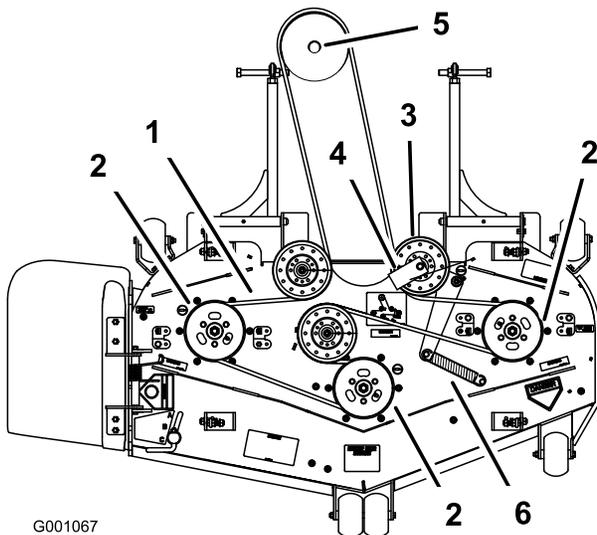
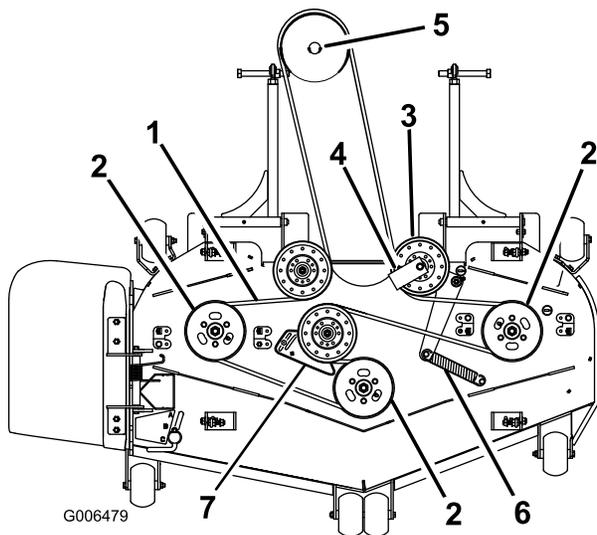
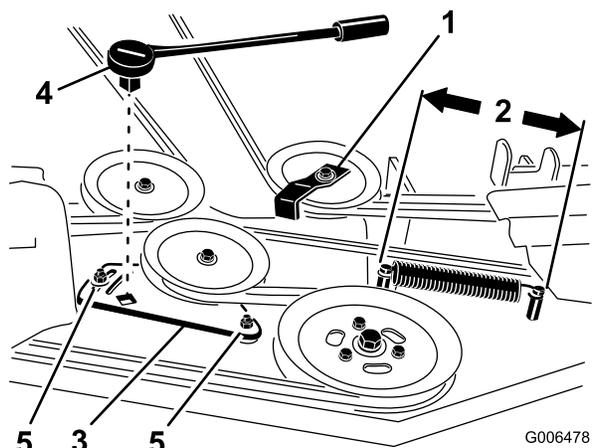

Figura 55
Figura 57
Figura 59
6. Pase la correa nueva alrededor de las poleas del cortacésped y de la polea de la caja de engranajes, debajo del motor (Figura 55).
7. Instale el muelle en el brazo tensor (Figura 55).
8. Instale la guía de la correa en la polea tensora tensada con muelle con un ángulo de 45 grados, como muestra Figura 55.
4. Afloje los pernos que sujetan la chapa de la polea tensora (Figura 59).
6. Retire la guía de la correa de la polea tensora tensada con muelle según se muestra en Figura 57 y Figura 59.
8. Pase la correa nueva alrededor de las poleas del cortacésped y de la polea de la caja de engranajes, debajo del motor (Figura 57).
9. Instale la guía de la correa en la polea tensora tensada con muelle con un ángulo de 45 grados, como muestra Figura 55 y Figura 59. Apriete el perno a 37–45 Nm (27–33 pies-libra).
10. Instale el muelle tensor en los dos postes (Figura 55 y Figura 59).
4. Mida la longitud del muelle (Figura 59). Si la longitud del muelle es de una distancia de 25,4 a 26,0 cm (10 a 10-1/4 pulgadas) entre los postes, no se necesita ningún ajuste.
5. Afloje los pernos que sujetan la chapa de la polea tensora (Figura 59).
6. Introduzca una llave de carraca en el taladro cuadrado de la chapa de la polea tensora del cortacésped para ajustar la tensión (Figura 59).
a 26,0 cm (10 a 10-1/4 pulgadas) entre los postes, según se muestra en Figura 59.
- Manteniendo la tensión de la correa y la longitud del muelle, apriete los pernos que fijan la chapa de la polea tensora (Figura 59).